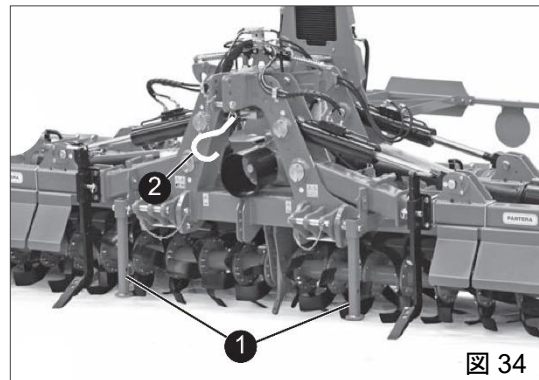

図 34
- 1) 図に示すようにスタンドを配置してください。(図 34 の 1)
- 2) PTO シャフトを適切な支持具(図 34 の 2)で動かないようにしてください。